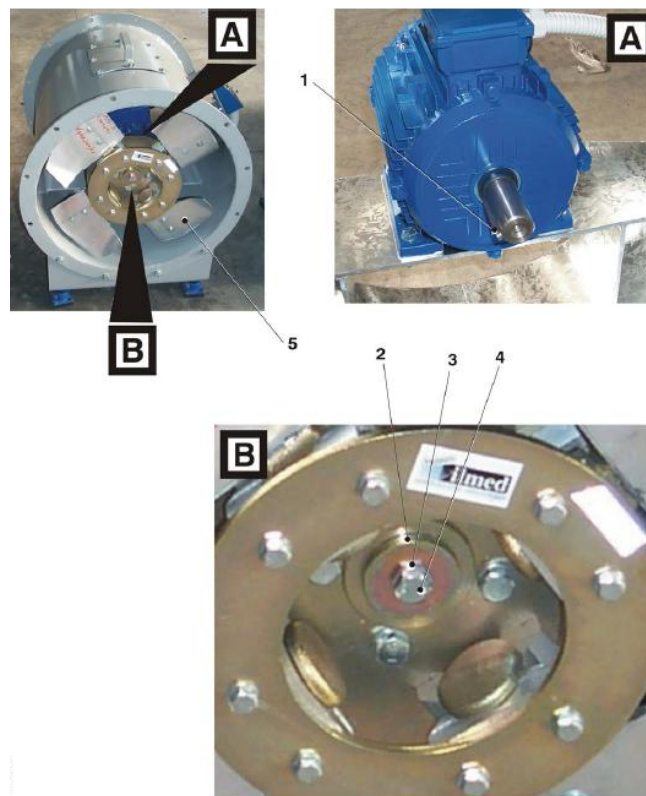

Figura 2-2: Instalación del impulsor para ventiladores CFF / GFF-08 / LFF.
5. Eleve el impulsor (5, Figura 2-2) e insértelo en el árbol de accionamiento.
6. Inserte la llave del vástago de accionamiento (1).
7. Asegure el impulsor sobre el árbol de accionamiento usando la arandela grande (2), la arandela pequeña (3) y el tornillo (4).
14. Eleve el impulsor (5, Figura 2-2) e insértelo en el árbol de accionamiento.
15. Inserte la chaveta del árbol de accionamiento (1, Figura 2-2).
16. Asegure el impulsor sobre el árbol de accionamiento usando la arandela grande (2, Figura 2-2), la arandela pequeña (3, Figura 2-2) y el tornillo (4, Figura 2-2).
6. Instale el paquete de poleas (13) en el lado de motor, en el árbol de salida (9) del motor eléctrico.
7. Asegure el paquete de poleas en el sitio (13) sobre el árbol de salida del motor eléctrico, insertando el casquillo cónico (14) y asegurándolo con los dos tornillos (15).
9. Instale las correas de transmisión (16) entre los dos paquetes de poleas.
15. Eleve el impulsor (5, Figura 2-2) e insértelo en el árbol de accionamiento.
16. Inserte la chaveta del árbol de accionamiento (1, Figura 2-2).
17. Asegure el impulsor sobre el árbol de accionamiento usando la arandela grande (2, Figura 2-2), la arandela pequeña (3, Figura 2-2) y el tornillo (4, Figura 2-2).